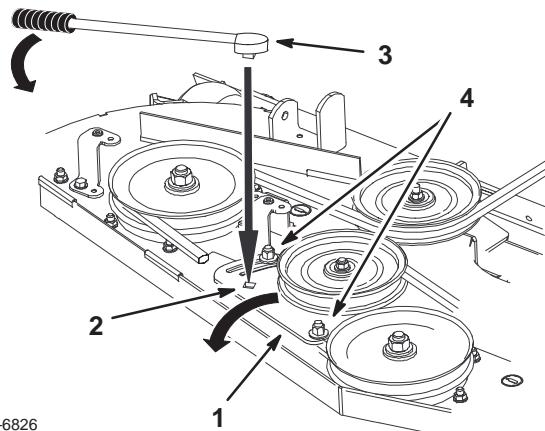

Figure 75
4. Desserrez l'écrou de fixation de la plaque de la poulie de tension et déplacez la plaque pour détendre la courroie sur la poulie de tension. Déposez la courroie usée du plateau de coupe (Fig. 75).
- Si un réglage est nécessaire, desserrez la plaque du bras de tension et effectuez le réglage (Fig. 75).
- Insérez un manche à rochet ou une barre de levier dans le trou carré de la plaque pour régler la tension (Fig. 75).
- Pour augmenter la tension de la courroie, tournez la plaque de la poulie de tension jusqu'à ce qu'une résistance soit sentie et que la rotation s'arrête. Ne continuez pas quand elle s'arrête (Fig. 75).
- Serrez les boulons de la plaque de la poulie de tension (Fig. 75).
- Réglez la tension de la courroie et la plaque de la poulie de tension au besoin, et serrez fermement toutes les fixations (Fig. 75).